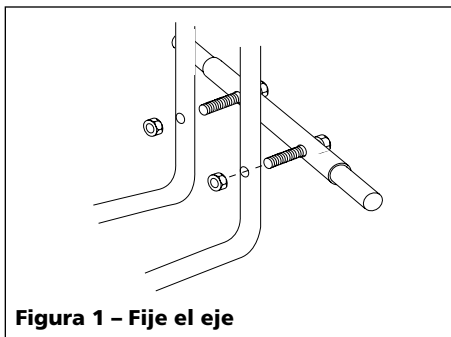

Figura 1 – Fije el eje
2. Ponga la bomba hacia arriba y sujétela firmemente. Fije el eje a las patas del carro insertando los pernos pre-montados en los orificios de las patas del carro. Asegure con una tuerca de 1/4 pulg. - 20 en cada perno. Use una llave de 7/16 para apretar (vea la Figura 1).